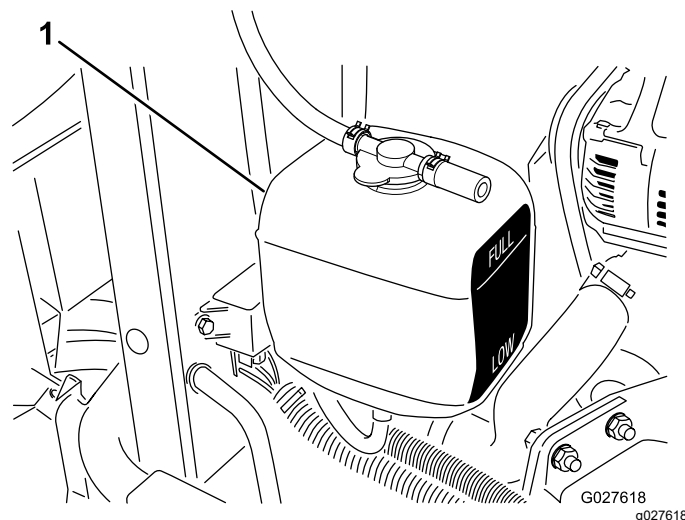

Figura 77
3. Verifique o nível do líquido de arrefecimento no tanque de expansão (Figura 77).